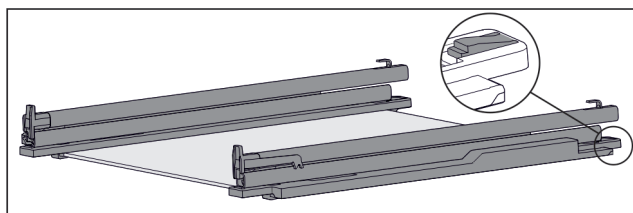

Fig. 155 Ripiano in vetro con guide e fermi
- Premere il fermo sul lato posteriore (vedere Fig. 155) e allo stesso tempo spingere la guida all'indietro.